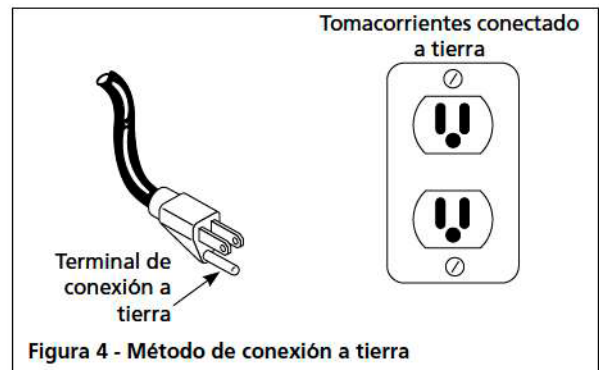

Figura 4 - Método de conexión a tierra
3. Este producto está diseñado para circuitos nominales de 120 voltios y tiene un enchufe para conexión a tierra similar al de la Figura 4. Cerciórese de conectarlo a un tomacorrientes cuya configuración sea similar a la del enchufe. Este producto se debe conectar a tierra. En caso de que ocurra un cortocircuito, esto evitaría el riesgo de choque eléctrico al ofrecerle un cable de desvío a la corriente eléctrica. Este producto tiene un cordón con un alambre y terminal de conexión a tierra. Debe conectarlo a un tomacorrientes que esté instalado adecuadamente según los códigos y ordenanzas locales.